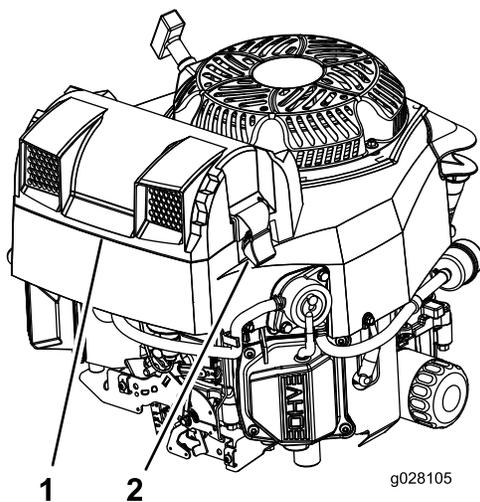

Figure 44
3. Ouvrez les dispositifs de verrouillage du filtre à air et séparez le couvercle d'entrée d'air du boîtier du filtre (Figure 44).
5. Reposez le couvercle d'entrée d'air et fixez-le avec les verrous (Figure 44).